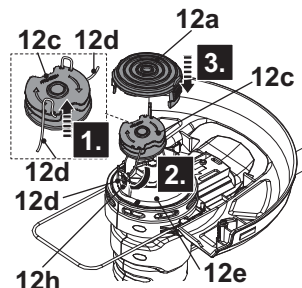

Fig. 26
6. Solte a linha de aparar (12d) dos entalhes e mantenha-a em posição. Evite que a linha de aparar (12d) fique espalhada da bobina de aparar (12c) (Fig. 26, passo 1).
7. Direcione a extremidade da linha de aparar através do ilhó (12h) no invólucro (12e) (Fig. 26, passo 2).
9. Insira a bobina de aparar (12c) no invólucro (12e) (Fig. 26, passo 3). Rode a bobina até que bloqueie na posição.